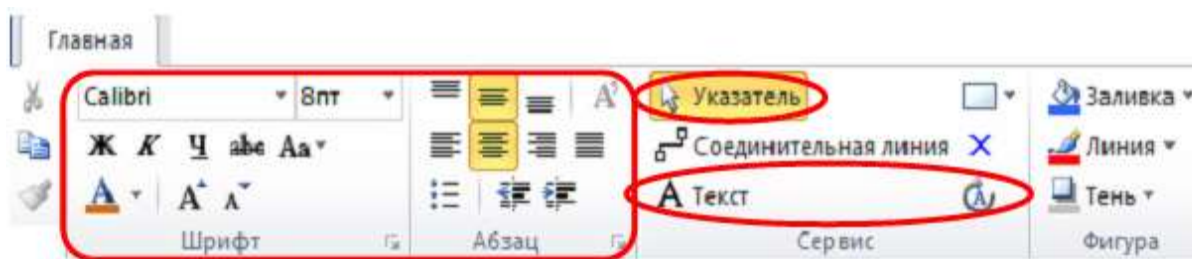
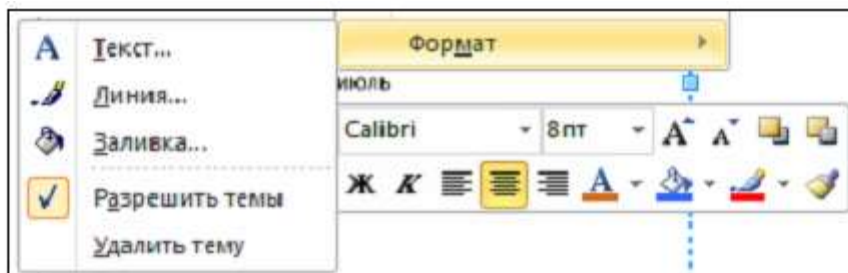

Рис. 1.9. Інструменти роботи з фігурами і текстом
Рис. 1.10. Міні-панель інструментів форматування
Для додавання на лист необхідної фігури треба на панелі трафаретів «Фігури» обрати трафарет, у ньому – потрібний елемент (він називається майстер-шейп) і перетягнути його на лист. У процесі роботи з фігурою має бути включений режим «Вказівник» (рис. 1.9).
Текст (або просто двічі клацнути на фігурі мишею) і набрати текст. Той же інструмент (див. рис. 1.9) призначений і для редагування тексту. Для роботи з фігурою загалом потім потрібно знову обрати інструмент  «Вказівник».
Місце розташування текстового блоку можна міняти, перетягуючи його при включеному інструменті  «Блок тексту» на вкладці стрічки «Головна»  (див. рис. 1.9).
- кнопки на вкладці стрічки Головна  (розділи Шрифт, Абзац – див. рис. 1.9);
- міні-панель форматування (рис. 1.10);
Окрім форматування тексту, у контекстному меню фігури (див. рис. 1.10) є команда Формат / Лінія: вона дає змогу змінювати товщину, колір, закінчення ліній. Команда контекстного меню фігури Формат / Заливка – заливку, штрихування, тінь тощо. Ці дії можна виконати і за допомогою кнопок стрічки на вкладці Головна (розділ Фігура – див. рис. 1.9).